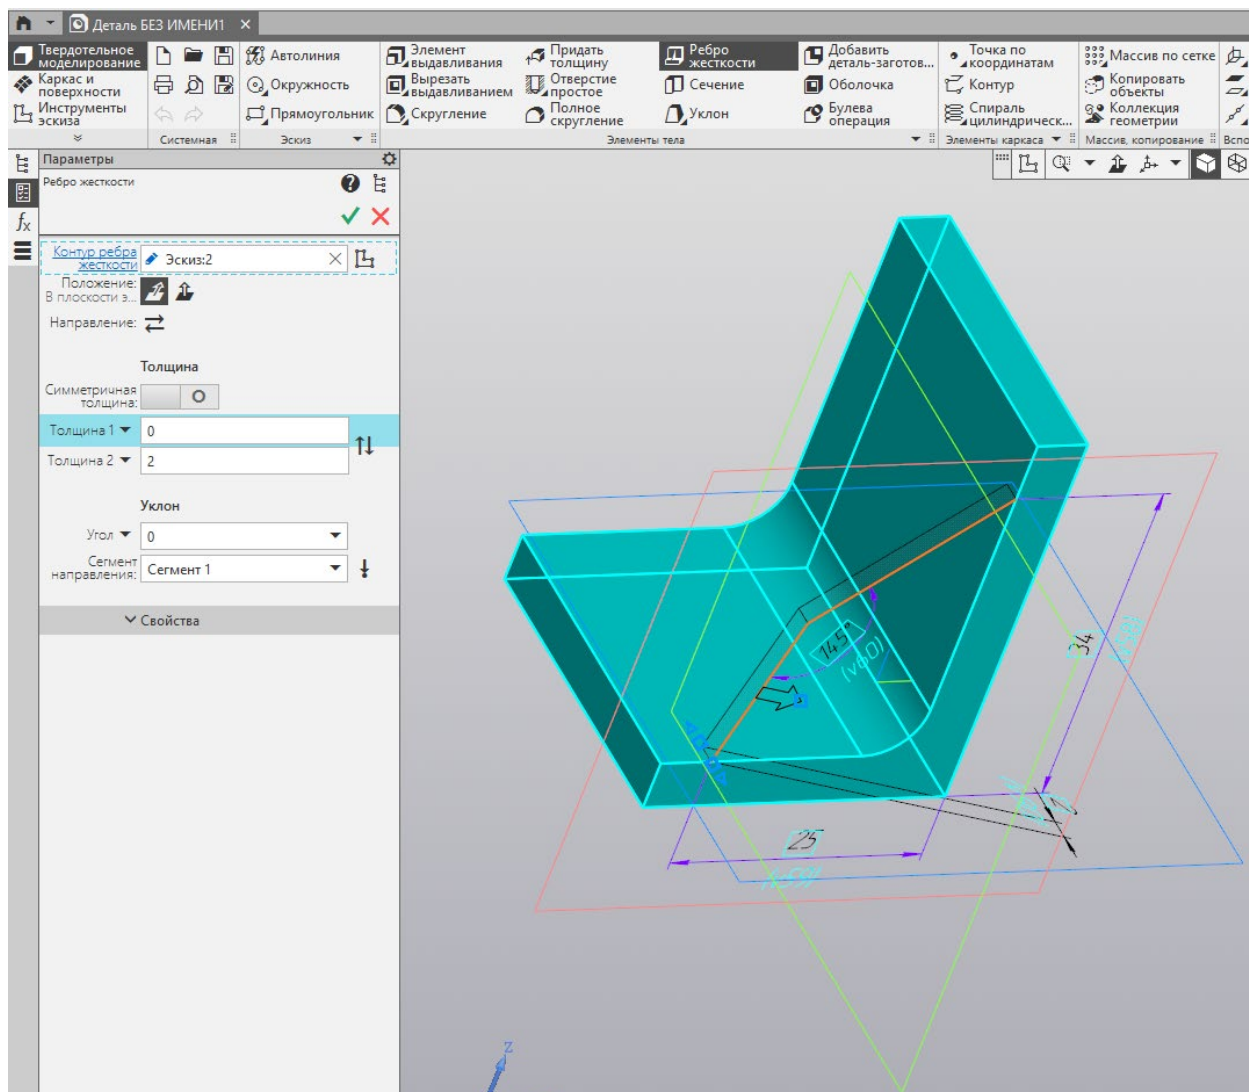

Рисунок 6 – Настройка параметров ребра жесткости
1.5 Выберите команду построения ребра жесткости  Ребро жесткости . Убедитесь, что выбран именно второй эскиз, и выбрано положение «В плоскости эскиза» (рис. 6). Отключите функцию «Симметричная толщина» и